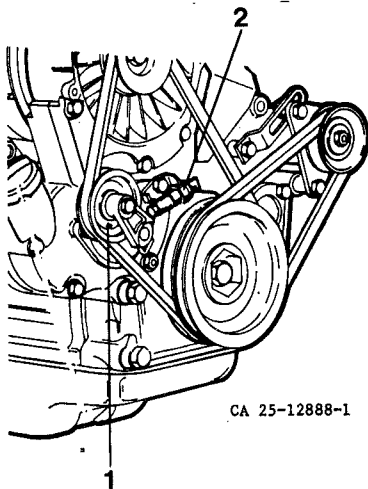

Fig. 31 Contrôle de courroie trapézoïdale et témoin de courroie trapézoïdale
L'avertisseur doit retentir lors de l'enfoncement du contact (2), fig. 31, du témoin de courroie trapézoïdale.
Enfoncer le contact (2, fig. 31) et l'avertisseur du rouleau doit retentir. Si le dispositif d'alarme est hors fonction, le réparer immédiatement.